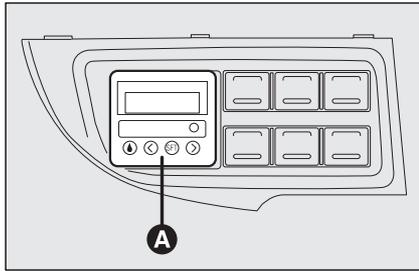

Abb. 45
- einem digitalen Timer **A-Abb. 45** für die manuelle Einschaltung der Zusatzheizung und der Programmierung der Einschaltungszeit.